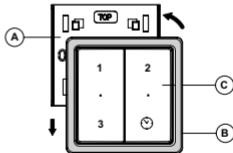

Fig 6.
3. Posizionare l'interruttore wireless con la cornice a circa 5 mm sopra la piastra di sicurezza A e portarlo verso il basso, fino a quando non si bloccherà nelle scanalature della piastra. (fig.6)